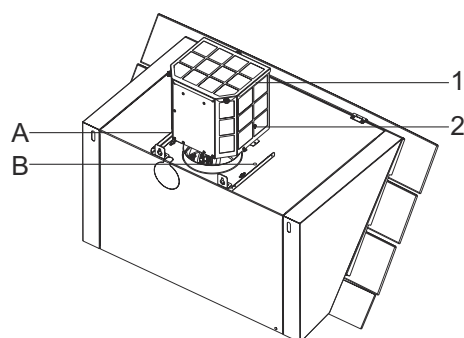

Fig. 8
- Kulfilter kabinettet skal fastgøres med 2 stk. 3,5x9,5 skruer på a+b (Fig. 8).